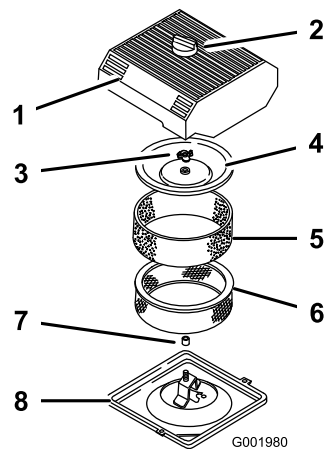

Bild 39
3. Reinigen Sie den Bereich um den Luftfilter herum, um zu verhindern, dass Schmutz in den Motor fällt und Schäden verursacht (Bild 39).
4. Lösen Sie das Handrad an der Luftfilterabdeckung und nehmen Sie die Abdeckung ab (Bild 39).
5. Schieben Sie den Schaumeinsatz vorsichtig vom Papiereinsatz (Bild 39).
6. Entfernen Sie die Abdeckungsmutter und nehmen Sie die Abdeckung und den Papiereinsatz ab (Bild 39).
1. Schieben Sie das Schaumelement vorsichtig auf das Papierluftfilterelement (Bild 39).
3. Schrauben Sie die Abdeckungsmutter mit der Hand auf der Abdeckung fest (Bild 39).
4. Montieren Sie die Luftfilterabdeckung und das Handrad (Bild 39).